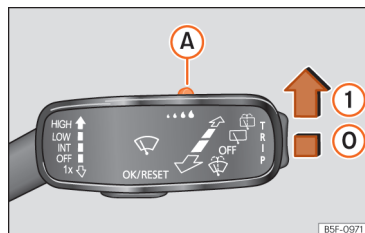

Abb. 106 Scheibenwischerhebel: Regensensor A einstellen.
» (Abb. 106).
- ① Regensensor deaktiviert.
- ① Regensensor aktiv – automatisches Wischen bei Bedarf.
Nach dem Aus- und Wiedereinschalten der Zündung bleibt der Regensensor aktiviert und funktioniert wieder, wenn der Scheibenwischerhebel in der Position »» (Abb. 106) ① steht und schneller als 16 km/h (10 mph) gefahren wird.